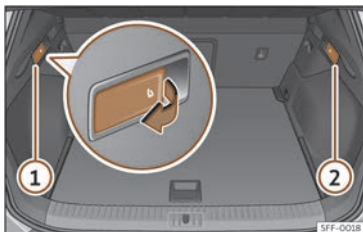

Fig. 98 Al maleter: palanques per a desbloqueig del respalller del darrere.
- Estireu la palanca de desbloqueig a distància de la part esquerra >>> **fig. 98** ① o dreta ② del respalller en el sentit de la fletxa. La part desbloquejada del respalller del darrere s'abat automàticament cap endavant.